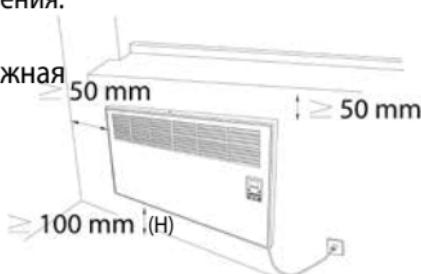
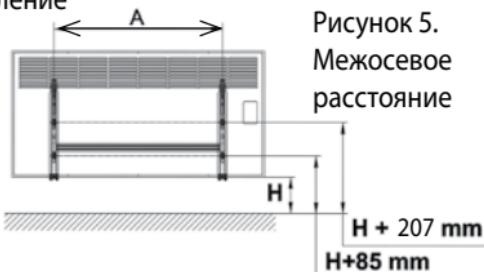
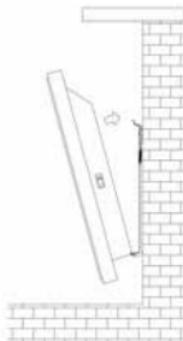

Рисунок 4. Допустимое расстояние
Рисунок 5.
Рисунок 7.
- Нельзя монтировать Электрический Конвектор непосредственно под электророзеткой, лучше всего расположить недалеко от розетки. После выбора удобного местоположения для конвектора по Рисунок 7', соблюдая отступы, приступите к измерению для сверления. Используйте Рисунок 5' и монтажный кронштейн в качестве шаблона. Для этого положите кронштейн лицевой стороной вниз и сделайте отметку карандашом, соблюдая минимальное расстояние от пола менее чем 100 мм. Для долгого срока службы конвектора соблюдите боковые, верхние, нижние отступы (Рисунок 4.).